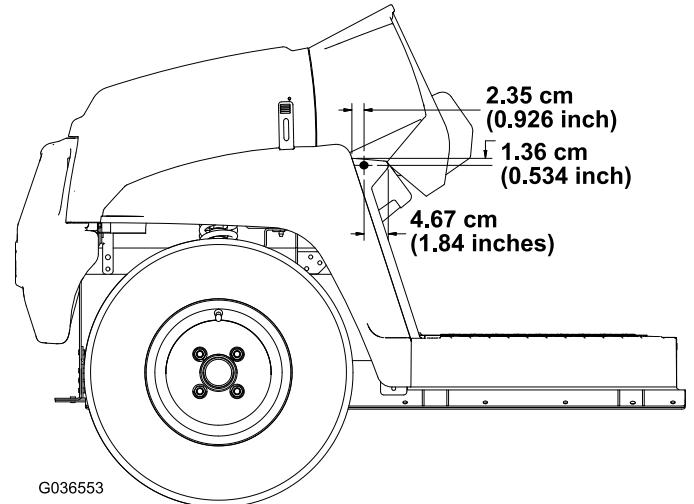

Figure 30
2. En vous aidant des dimensions indiquées à la Figure 30, percez 1 trou (5/16") à l'extérieur du repose-pied sur les côtés droit et gauche de la machine.